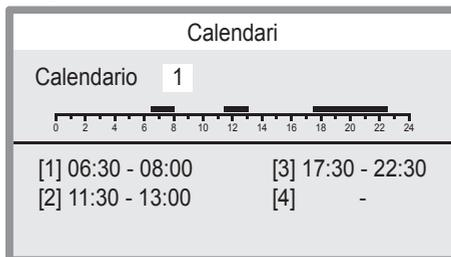

Figura 2.14
- Premere i tasti 12 o 13 (Figura 2.10) per selezionare il calendario da modificare (1÷4) (Figura 2.14).
- Premere i tasti 12 o 13 (Figura 2.10) per modificare l'orario dei vari punti delle fasce orarie (Figura 2.14).